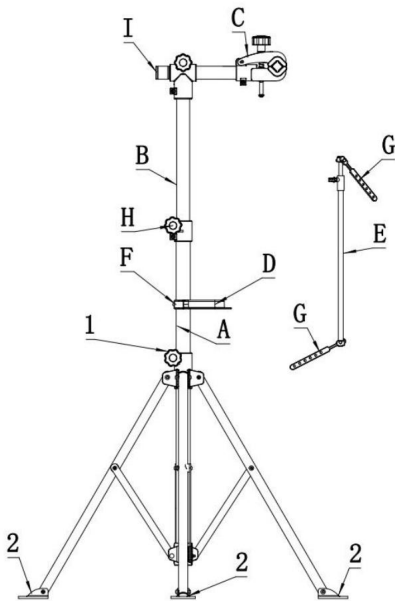

Fig. 1
- Observera de maximala förlängningslängderna för teleskopet stolpe (B) och cykelfästet (C). Överskrid inte markeringen på teleskopstång (B)! Förläng aldrig tvärbalken på cykelfästet (C) längre än vad som visas i fig.1.